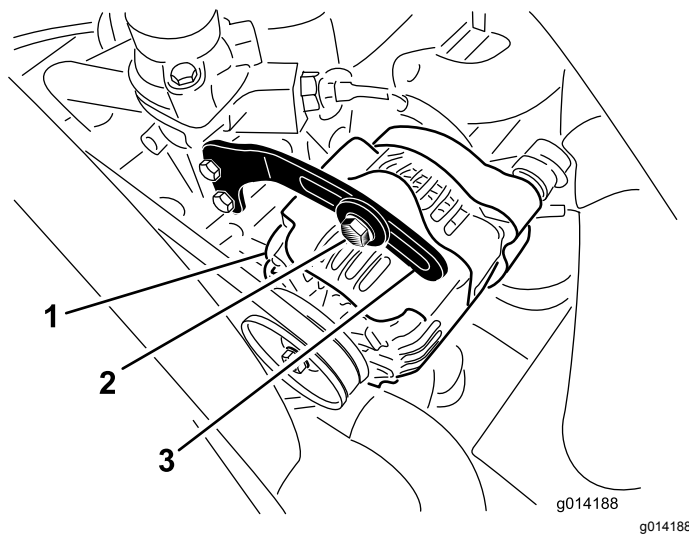

図 48
2. オルタネータ側プーリとクランクシャフト側プーリ間の中央部でオルタネータベルト 図 48 を指で 10kg 程度の力で押してベルトの張りを点検する。
3. ブレースをオルタネータに固定しているボルトと、オルタネータのピボットボルトをゆるめる 図 48。